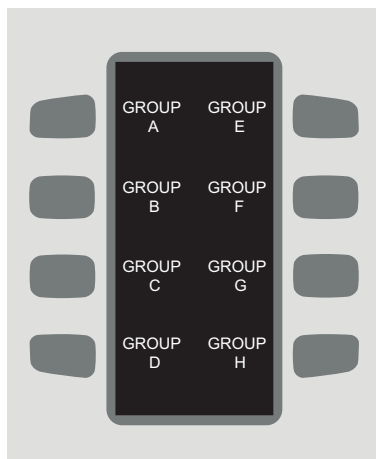
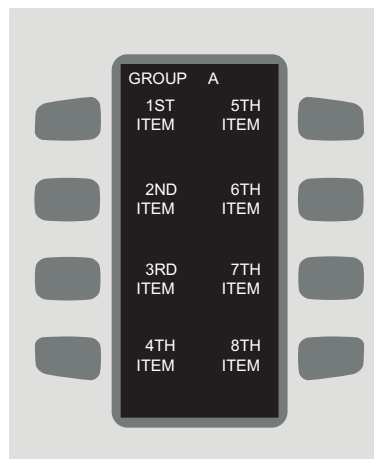

FIGURA 10: Pantalla Seleccionar grupo de menú
FIGURA 11: Pantalla Seleccionar elemento de menú
En la pantalla SELECCIONAR GRUPO DE MENÚ (Figura 10) aparecen ocho grupos de menús - cada cual asociado con las ocho teclas. Presione la tecla correspondiente al grupo de menú deseado para avanzar a la pantalla SELECCIONAR ELEMENTO DE MENÚ (Figura 11).
2. Aparece la pantalla SELECCIONAR ELEMENTO DE MENÚ con ocho elementos de menú, cada cual asociado con las ocho teclas. Presione la tecla correspondiente al elemento de menú deseado (Figura 11).